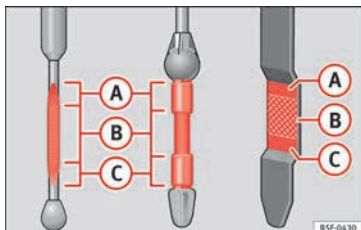

Fig. 207 Varillas de medición del nivel de aceite.
La varilla indicadora del nivel de aceite indica el nivel de aceite de motor. » » » **fig. 207.**
① CUIDADO
- El nivel de aceite no debe sobrepasar nunca la zona (A) » » » **fig. 207.** ¡Peligro de dañar el sistema de escape!